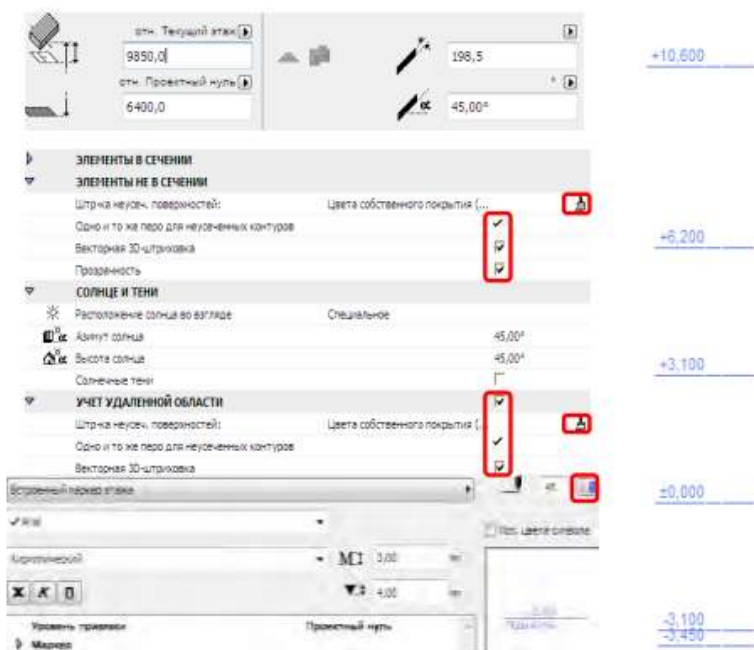

Рисунок 8.21
6. Активизируйте разрез **1-1**, созданный по умолчанию. Как видим (рисунок 8.21), разрез получился не очень выразительным. Далее поработаем над ним, делая его более привлекательным и информативным. Сначала изменим вид штриховки стены в этом разрезе.
10. Активизируйте в строке **Стандарт** инструмент **Передать параметры** и щелкните им последовательно в зонах стен первого и подземного этажей с штриховкой, которую нужно изменить. Штриховка изменяется на пустую (рисунок 8.21).